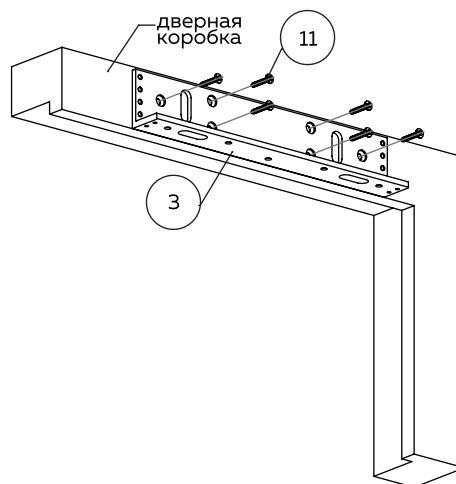
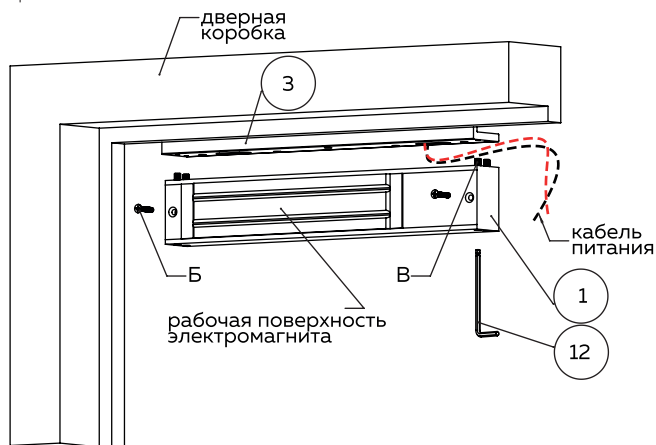

Рисунок 8
Рисунок 9
4 Через овальный паз пропустить кабель питания для замка и соединить согласно схеме подключения. Для фиксации электромагнита на уголке ③ необходимо выкрутить винты Б и затем при помощи ключа ⑫ затянуть винты В, как показано на рис.9. После установки закрутить винты Б обратно.
ВАЖНО: Для плотного прилегания ответной планки 3 к электромагниту 1 замка необходимо обеспечить подвижность ответной планки 3 (см. рис. 9), поэтому между дверным полотном и ответной планкой 3 должно обязательно находиться кольцо резиновое 7 (см. рис. 8, 9).